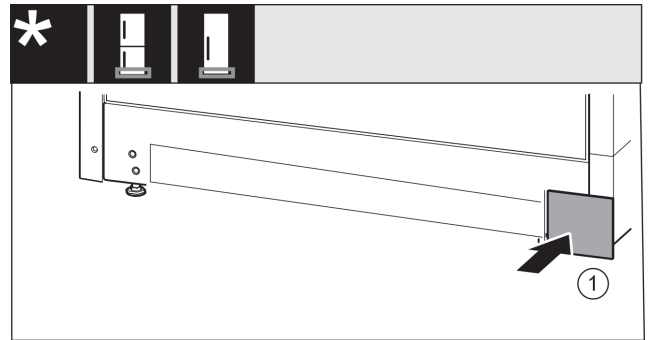

Fig. 26
- ▶ Remettre en place le cache de l'autre côté. Fig. 26 (1)